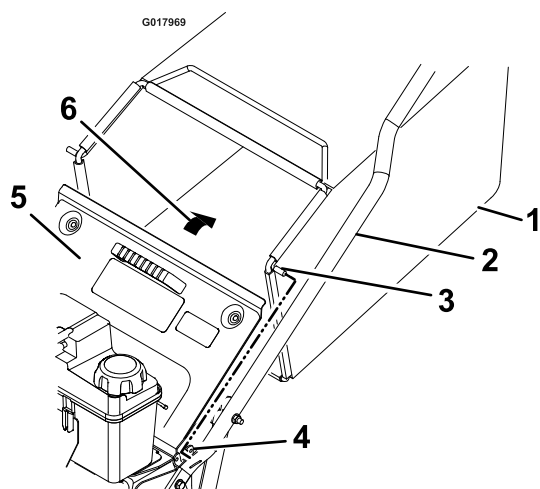

Figura 16
- Sujete el asa de la bolsa y coloque la parte trasera del armazón de la bolsa sobre la muesca del soporte del manillar (Figura 16).